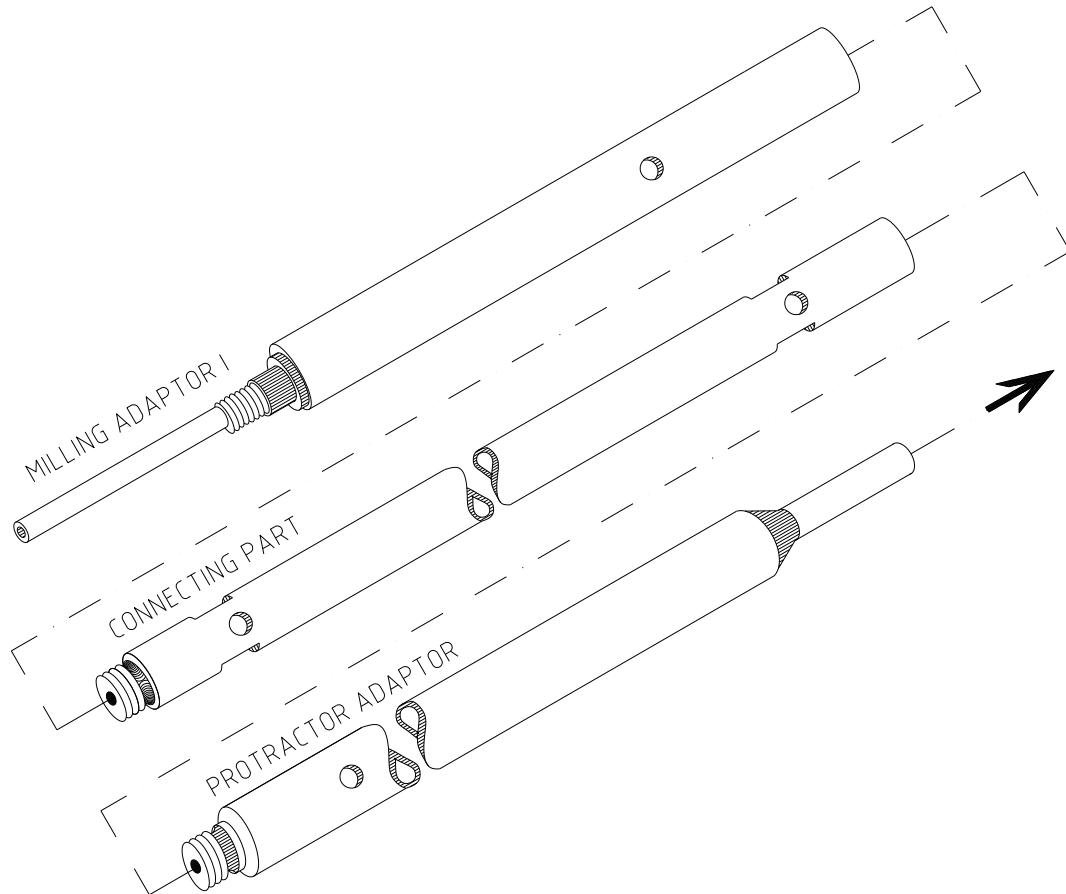

Рисунок 18
- D.** Соберите выпрямляющий стержень из следующих деталей: фрезерный переходник I, соединительные детали, выбранные для определенного размера трубопровода и адаптер транспортира. Детали должны бытьочно соединены друг с другом (смотрите рисунок 18).